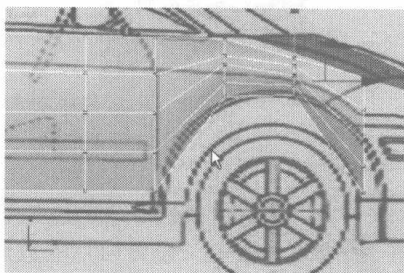
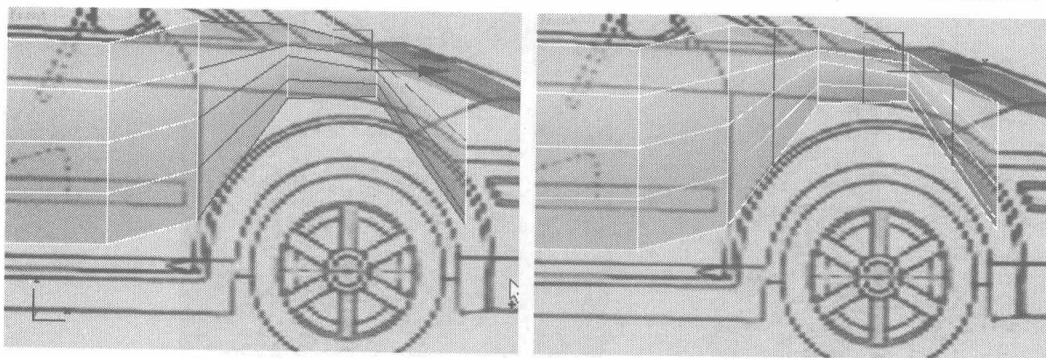
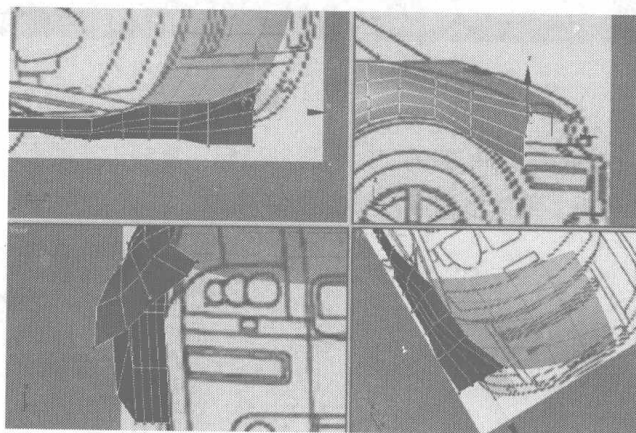

图 7.27
图 7.28
图 7.29
- 11 在加线的同时，调整节点的位置，将节点调整到如图 7.27 所示的位置。选择车轮上方的曲线，单击 **Connect** 按钮，添加一条曲线，如图 7.28 所示。然后将节点调整到如图 7.29 所示的位置。